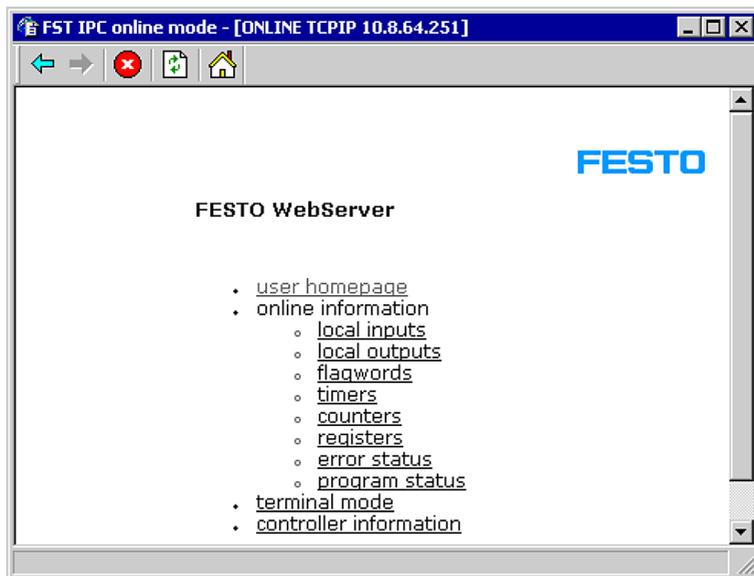

Fig. 4/6 : Page d'accueil standard du CPX-FEC
- Le pilote WEB_SRVR comporte déjà des pages HTML standard. La page d'accueil standard s'appelle index.htm (voir Fig. 4/6).